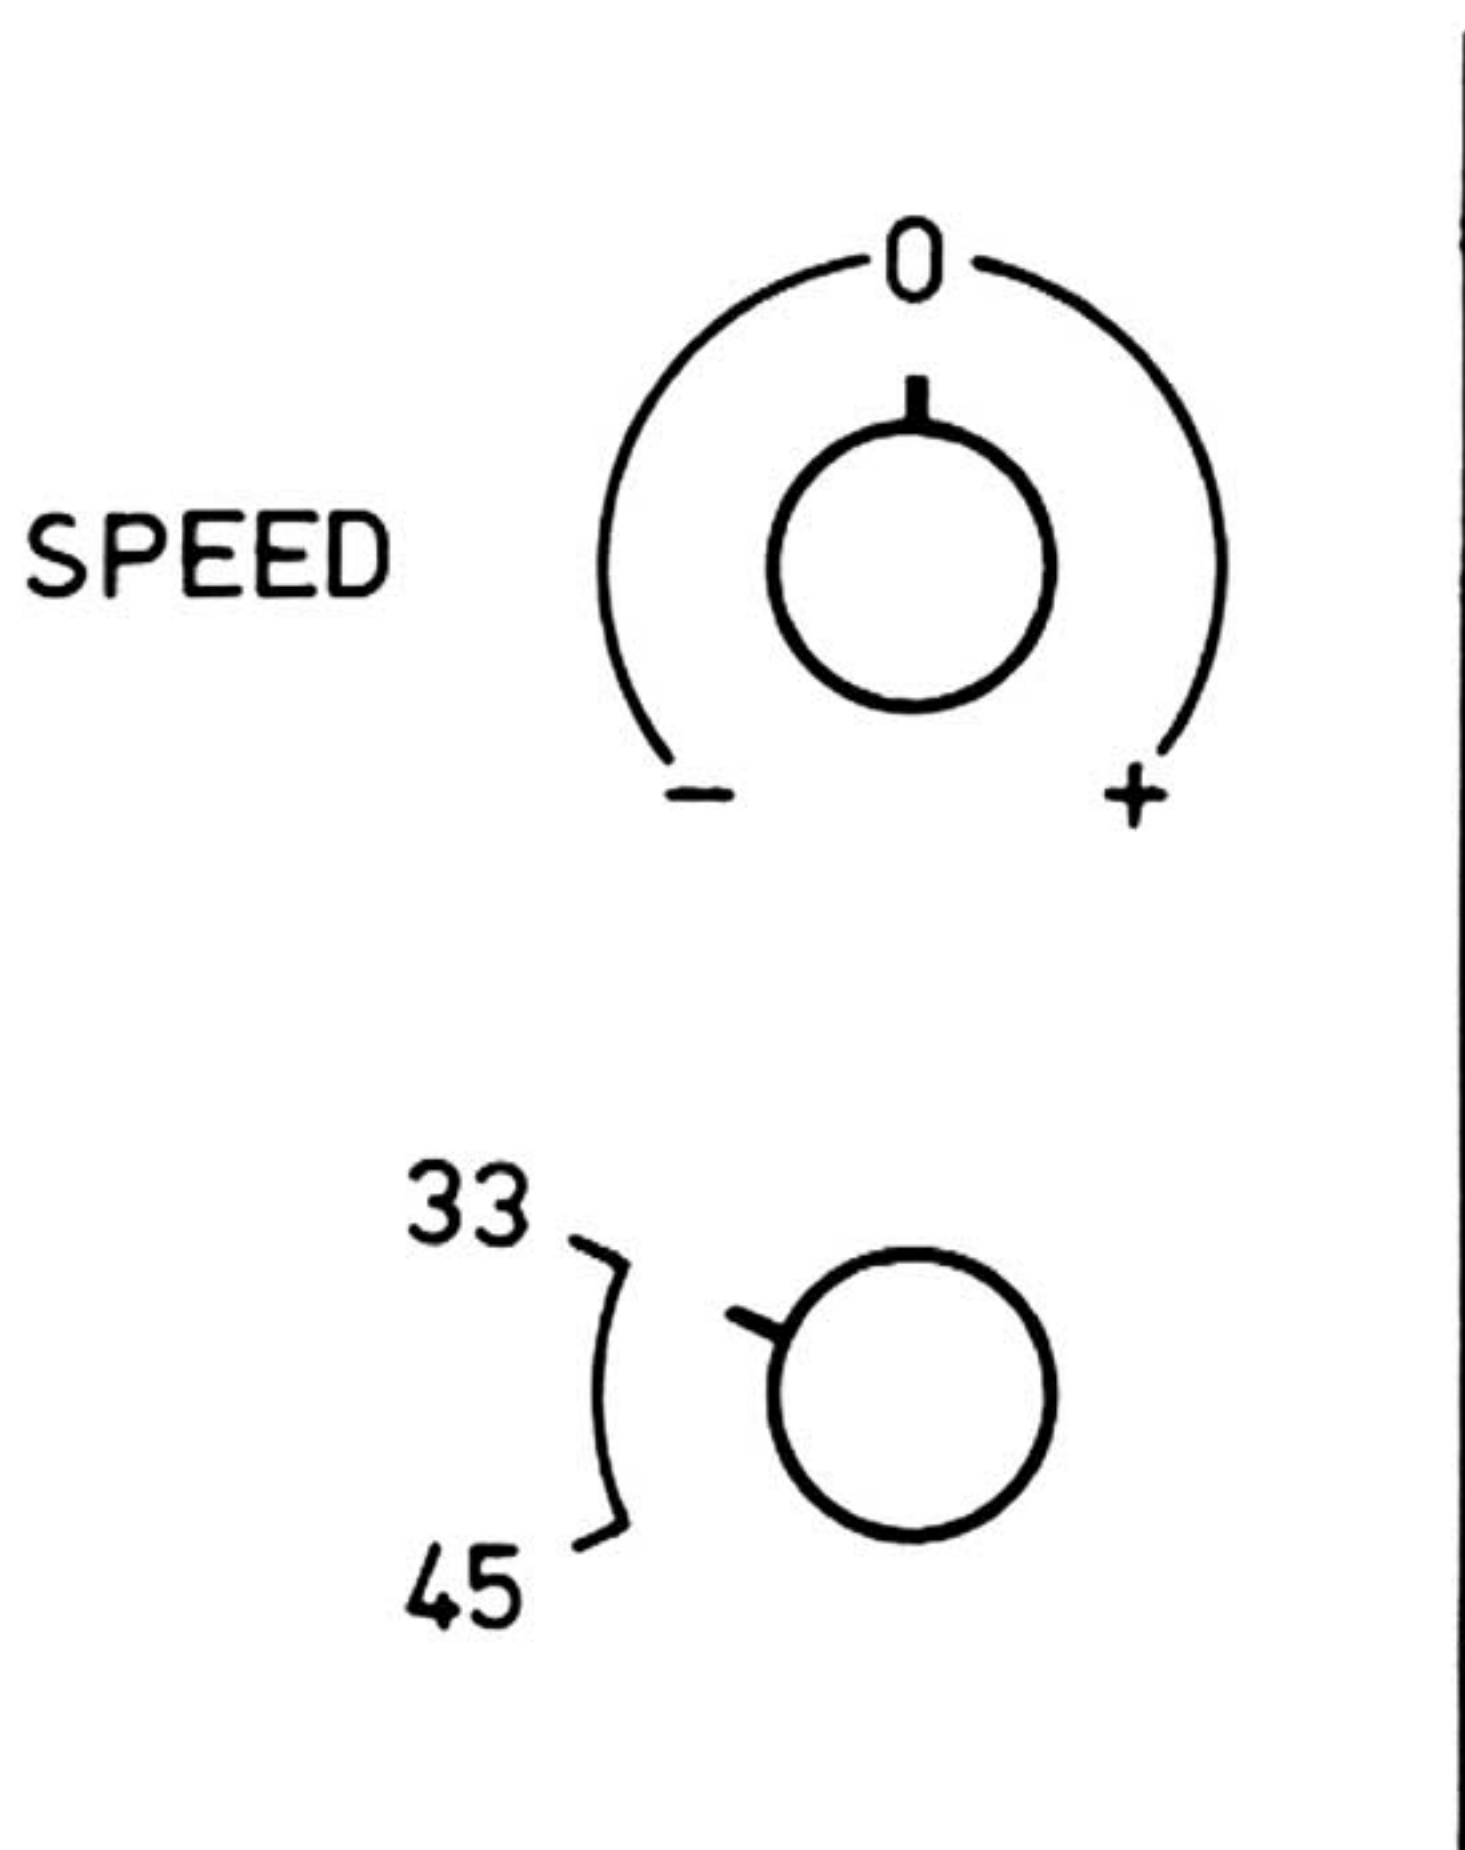

Fig. 1
6. Ramener ensuite le bouton de P 1 vers la position 0 (fig. 1). Observer les stries de l'anneau supérieur du stroboscope qui devront être immobiles. (L'anneau supérieur se rapporte à la vitesse de 33 1/3 et l'anneau inférieur à 45 tours minute.) Si ce n'était pas le cas, ajuster la vitesse au moyen d'un des deux potentiomètres ajustables qui se trouvent sous le moteur. Chacune des vitesses possède son propre potentiomètre ajustable.